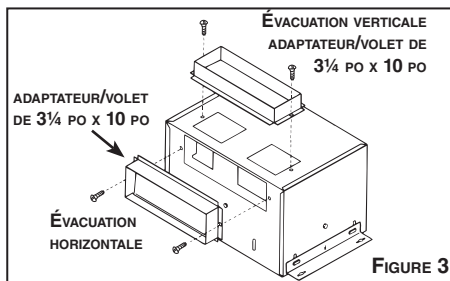

FIGURE 3
- Voir la Figure 3. À l'aide des 2 vis fournies, assembler l'adaptateur/voilet de 3/4 po x 10 po sur le dessus du boîtier pour une évacuation verticale, ou sur le côté du boîtier pour une évacuation horizontale.